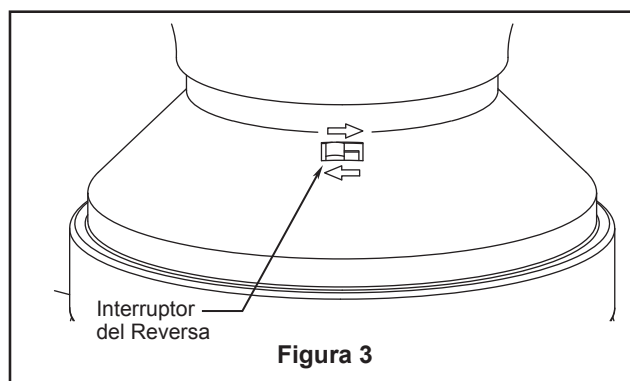

Figura 3
- ☐ 2. Usando los tornillos de la caja de conexiones suministrados con dicha caja, fije correctamente el soporte de techo a la caja de conexiones tal y como se muestra. (Figura 3)
3. Extraiga el cojinete flexible antes de presionar hacia arriba el anillo embellecido del dosel. Presione hacia arriba el anillo de la cubierta de tornillos para ocultar los tornillos. Así, las pestañas de montaje se coloquen en las ranuras con muescas ubicadas en la cubierta del techo entre los tornillos. (Figura 3)
3. Extraiga uno de los tres tornillos del ensamble de la placa de iluminación y guarde los tornillos para pasos posteriores. Afloje levemente los otros dos tornillos. (Figura 3)
- ☐ 3. Si desea que el flujo de aire se desplace en la dirección opuesta, apague el ventilador y espere a que. Extraiga el vidrio o tapón de plástico desde el ensamble de la placa de iluminación. Luego deslice el conmutador inversor dentro de la placa de iluminación a la posición contraria y vuelva a encender el ventilador. (Figura 3)